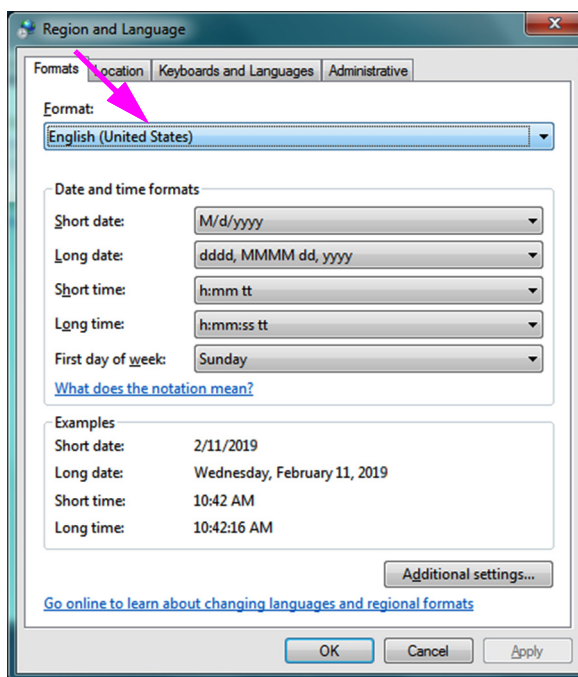

Figura C-15. Fereastra derulantă Regiune și limbă - Fila Formate
5. Apare ecranul Regiune și limbă (Region and Language) (consultați Figura C-15).